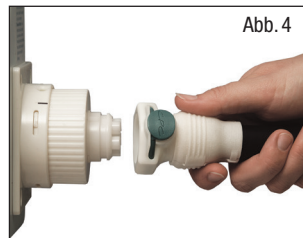

Abb. 4
3. Schließen Sie den Luftzufuhrschlauch des Kissens an den Adapter an und achten Sie darauf, dass die Ausrichtungsmarkierungen übereinstimmen (Abb. 4). Achten Sie darauf, dass dieser korrekt einrastet, da sonst Luft austreten kann.